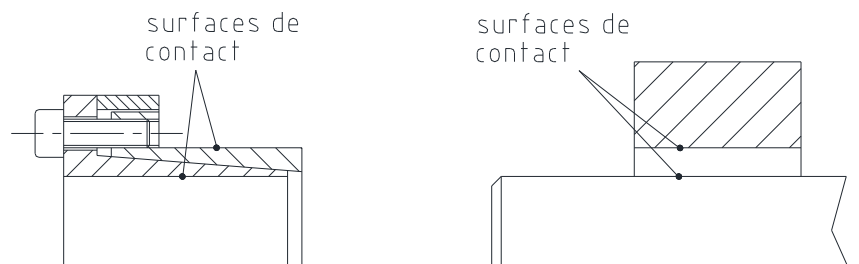
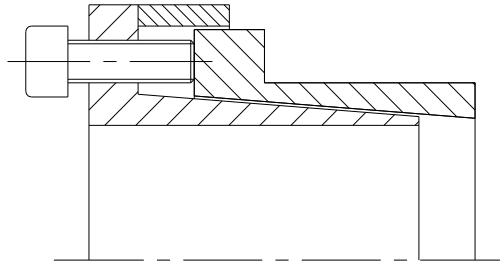

Fig. 4 : Nettoyer les surfaces de contact
Fig 5 : Blocage de la frette KTR 250
- Nettoyer les surfaces de contact avec l'arbre et le moyeu (voir figure 4), puis appliquer une fine couche d'huile (par exemple Ballistol ou Klüber Quietsch-Ex).
3. Desserrer les vis de quelques tours. Pour un montage aisé, bloquer la bague intérieure avec la bague extérieure au moyen de deux vis par les filetages de démontage (figure 4). Ensuite insérer la frette de serrage KTR 250 entre l'arbre et le moyeu. Pour faciliter l'installation, bloquez les bagues intérieure et extérieure par deux vis à l'aide des filetages de démontage (voir figure 5).